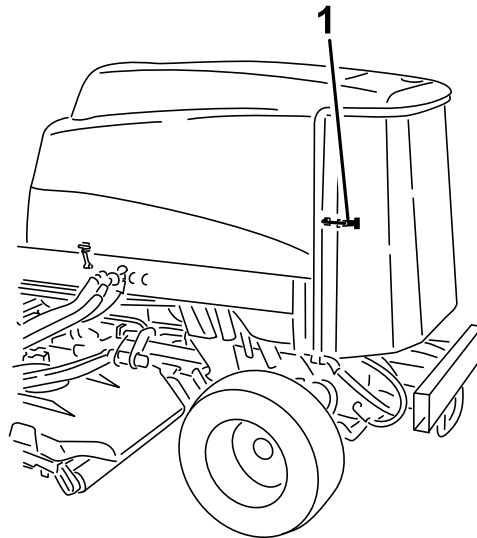

Figura 111
2. Destranque e abra o painel traseiro (**Figura 111**).